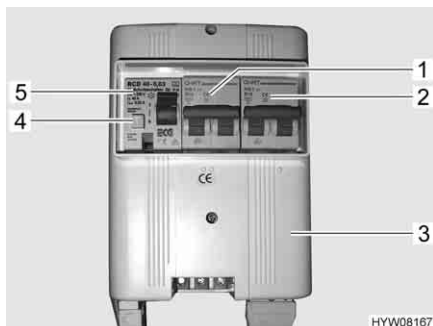

Fig. 59 Scatola dei fusibili a 230 V con interruttore di sicurezza e interruttore automatico FI
Un interruttore di sicurezza per correnti di guasto (interruttore automatico FI) (Fig. 59,5) nella scatola dei fusibili (Fig. 59,3) protegge l'intero veicolo da correnti di guasto (0,03 A).
L'interruttore di sicurezza collegato in serie (10 A) (Fig. 59,1) protegge le prese da 230 V, la centralina elettrica, il caricabatteria supplementare e il frigorifero.
Per veicoli con accessori opzionali, p. es. il riscaldamento ad aria calda con riscaldatore elettrico a immersione o l'impianto di climatizzazione a tetto, un ulteriore interruttore di sicurezza (16 A) (Fig. 59,2) protegge l'apparecchio.
- Se il veicolo è collegato all'alimentazione a 230 V, premere il tasto di controllo (Fig. 59,4). L'interruttore di sicurezza per correnti di guasto (FI) deve scattare.